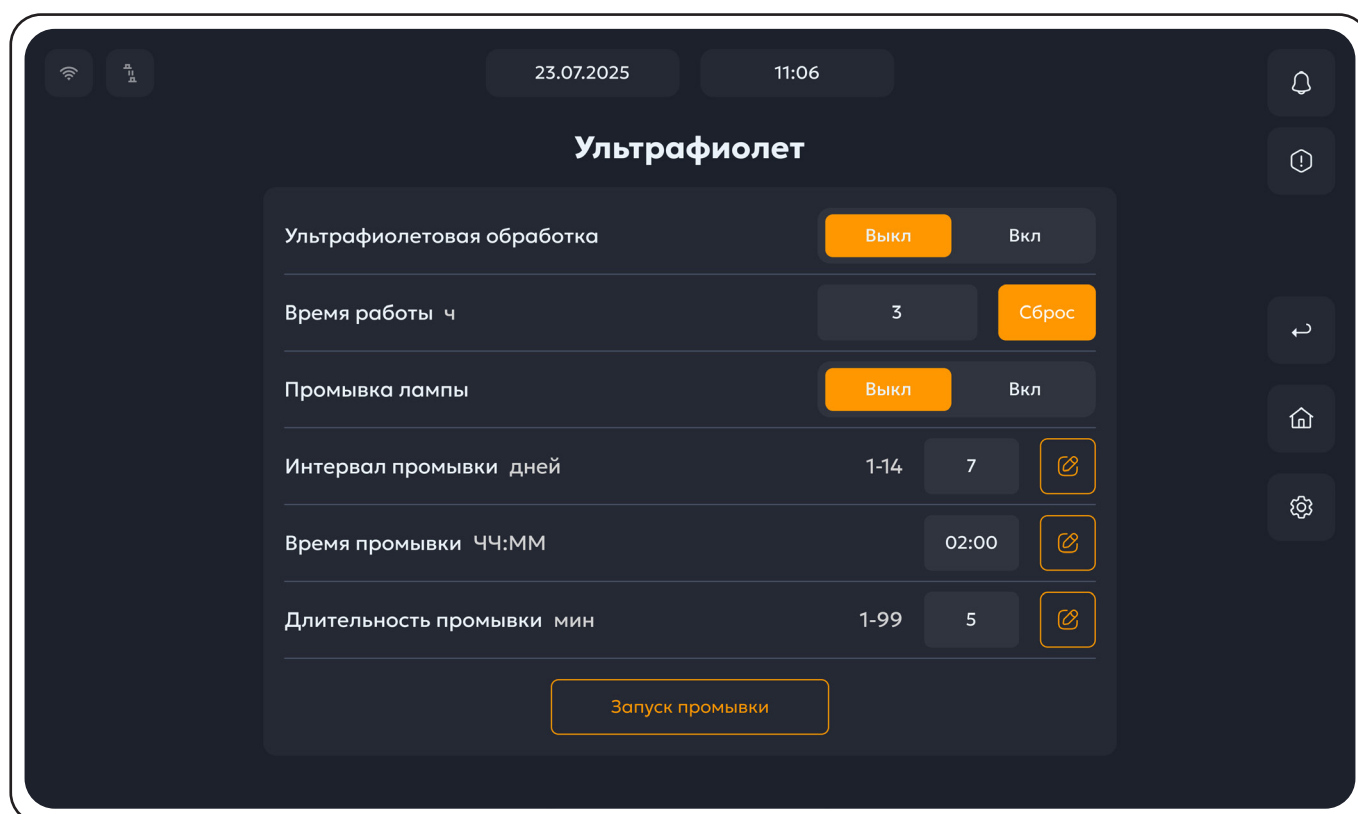

Рисунок 68. Меню пункта **Ультрафиолет**.
2. Выбрать пункт **Ультрафиолет**, после чего откроется следующее меню (рис.68):